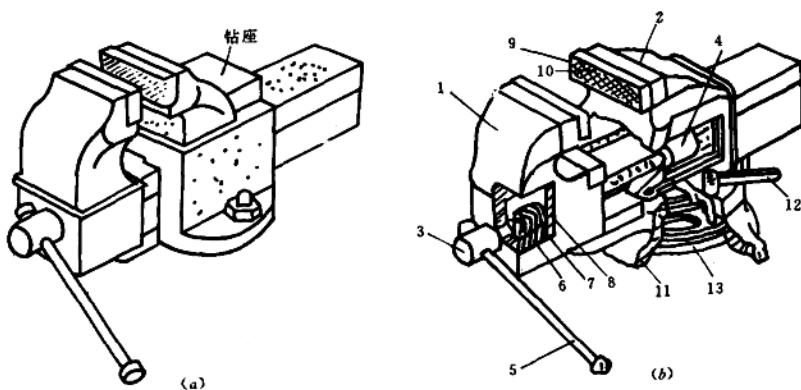

图 1-1 台虎钳
① 台虎钳（见图 1-1）。它是用来夹持工件的通用夹具，有固定式和回转式两种结构类型。台虎钳安装在钳桌上，在安装时必须使固定钳身的工作面处于钳台边缘以外，以保证夹持长条形工件时，工件的下端不受钳台边缘的阻碍。钳台一般用木材制成，要求坚实和平稳。台面离地的高度为 800~900mm，台上装防护网。
② 弯管机。弯管机的种类很多，常用的有电动无芯弯管机、液压塞芯弯管机、中频弯管机、数控弯管机。电动无芯弯管机和液压有芯弯管机是目前应用最广泛的两种弯管机。